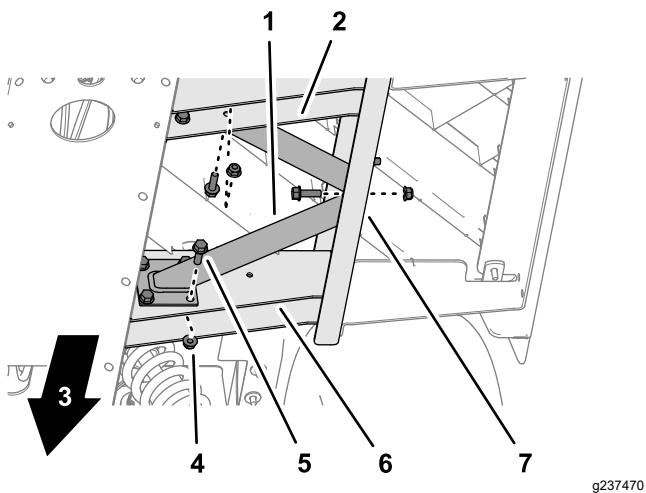

Рисунок 19
1. Совместите отверстия в раскосе пола с отверстиями, просверленными в боковых и напольных швеллерах (Рисунок 19).
- Установите раскос пола на боковые и напольные швейлеры с помощью 10 болтов с фланцевыми головками (5/16 x 1 дюйм) и 10 фланцевых контргаек (5/16 дюйма), как показано на Рисунок 19.